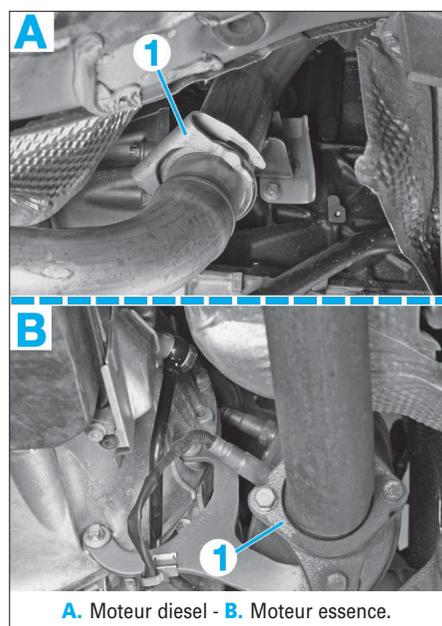

FIG. 1
- la bride d'échappement (1) (Fig.1).